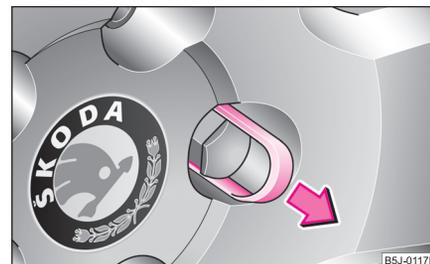

Fig. 171 Cambio de rueda: Retirar la caperuza cobertera del tornillo de rueda
- Retire el capuchón con la **grapa de plástico** ⇒ página 207, fig. 171.